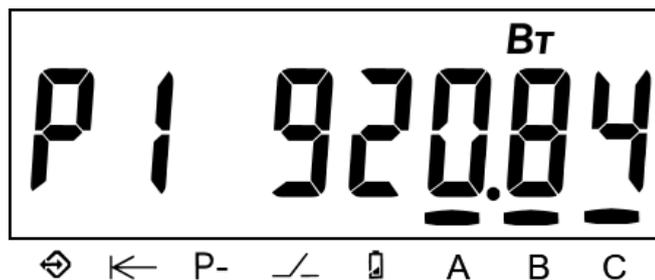

Рисунок 36 – Активная мощность по первой фазе.
6.1.6 Общий вид окна вывода параметров сети приведен на Рисунок 36.